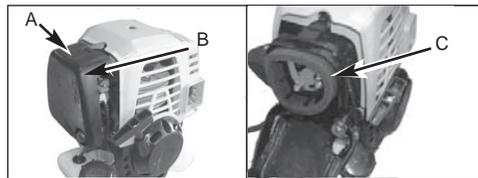

Fig.16
1. Enlevez le bouton (A) tenant le capot du filtre à air en place, enlevez le capot (B) et soulevez le filtre (C) de la boîte d'air (Fig.16).